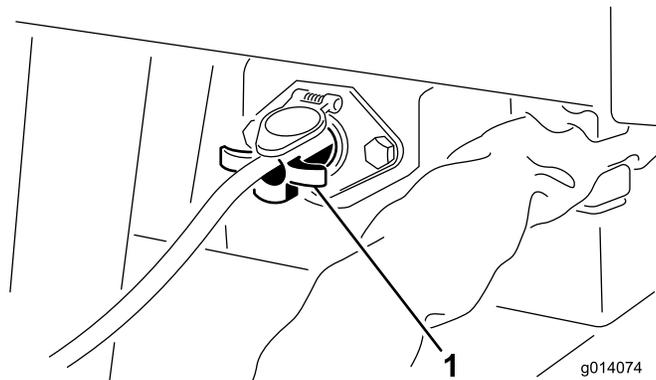

Figura 9
- Sui modelli SH collegate l'interruttore pensile on/off (con capo a 4 poli) alla presa sull'angolo anteriore sinistro della macchina (Figura 9).